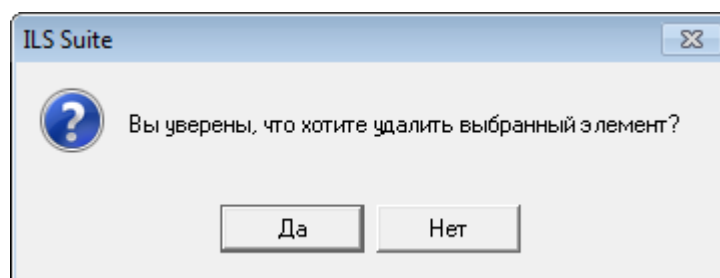

Рис. 13-253 – Диалоговое окно при удалении отказа
- 4) В открывшемся диалоговом окне нажать «Да» для подтверждения действия (рис. 13-253).